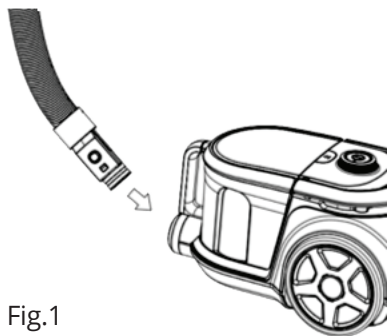

Fig.1
**Fig.1** indică modul de conectare a furtunului la aspirator: